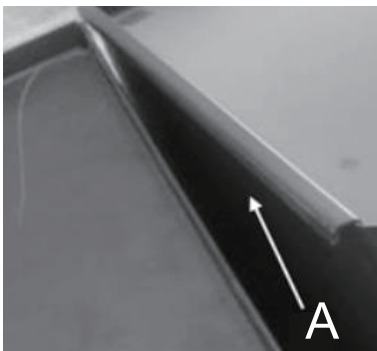

Fig.1
- c. Localisez et identifiez le rebord (A) sur le casier d'extrémité de 14,5 po. (Fig. 1).